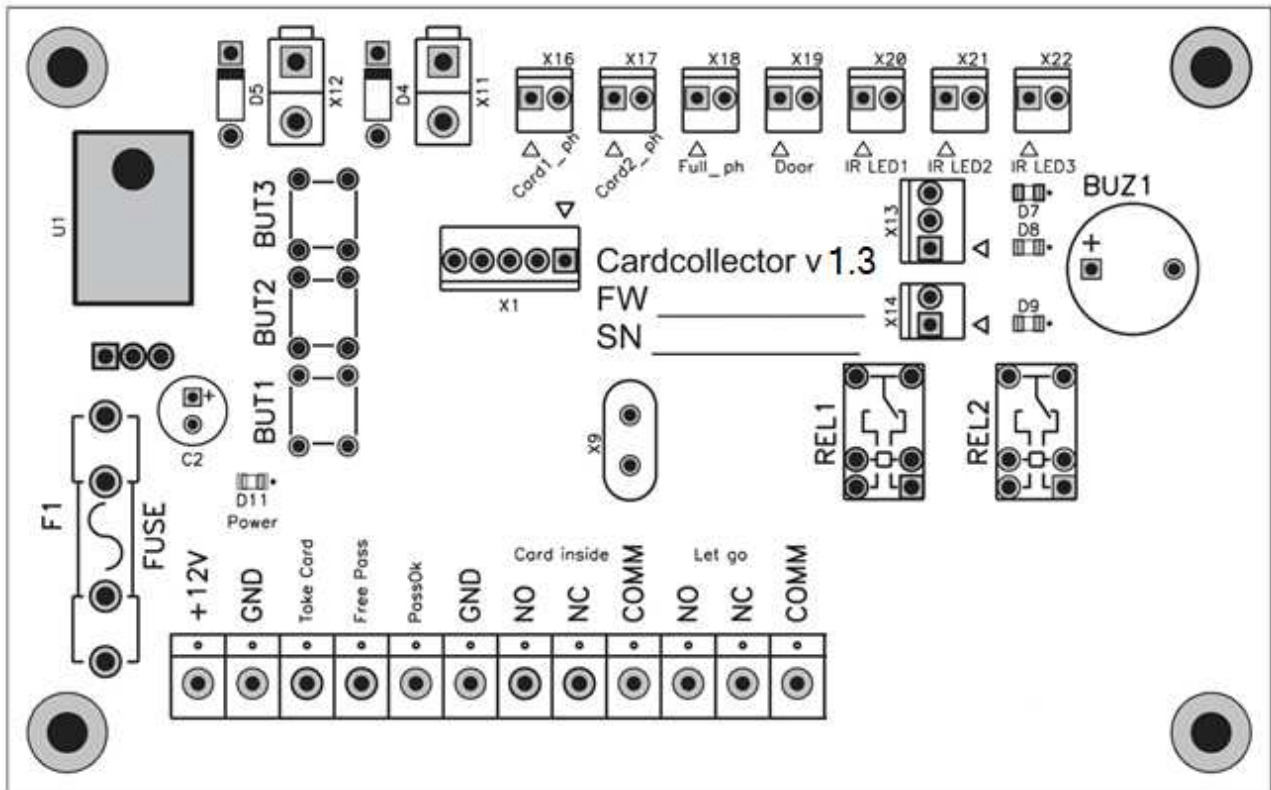

Рис. 9. Внешний вид платы картоприемника
- нажмите и удерживайте кнопку BUT1 на плате картоприемника (рис. 9). При нажатой кнопке шторка картоприемника принудительно открывается и звучит непрерывный звуковой сигнал;